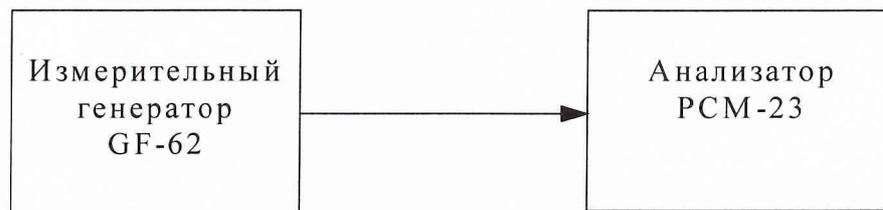

Рис.8.22.
8.3.22.1. Определение зависимости основной погрешности измерения уровня приемником РСМ-23 на частоте 1 кГц производится с помощью измерительного генератора GF-62 (рис.8.22).